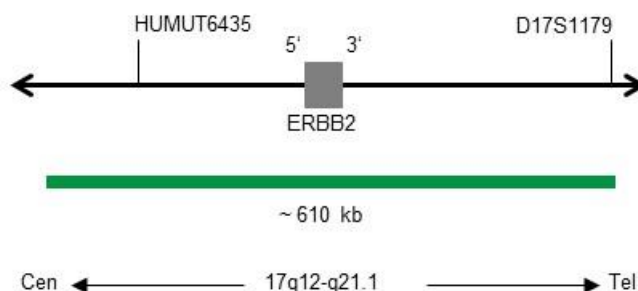

Fig. 1 : Carte de la sonde SPEC ERBB2 (pas à l'échelle)
- Polynucléotides marqués au ZyGreen (excitation 503 nm/émission 528 nm) (~10.0 ng/ μ l), qui ciblent une séquence de 17q12-q21.1* (chr17:37,572,531-38,181,308) hébergeant la région génétique ERBB2 (voir figure 1).